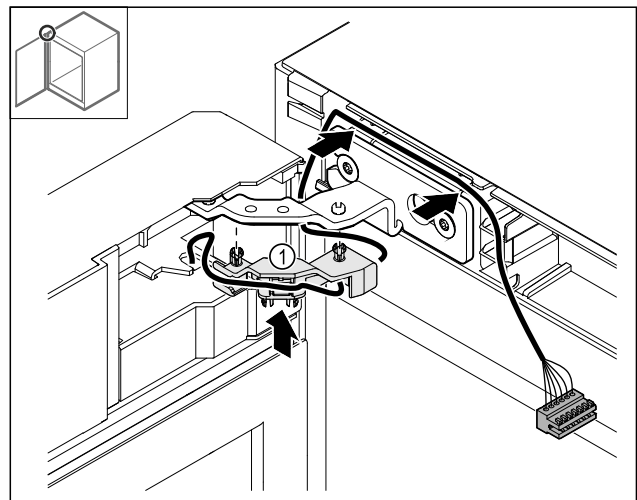

Fig. 47
- ▶ Kabelhalterung Fig. 47 (1) ins Scharnier drücken.